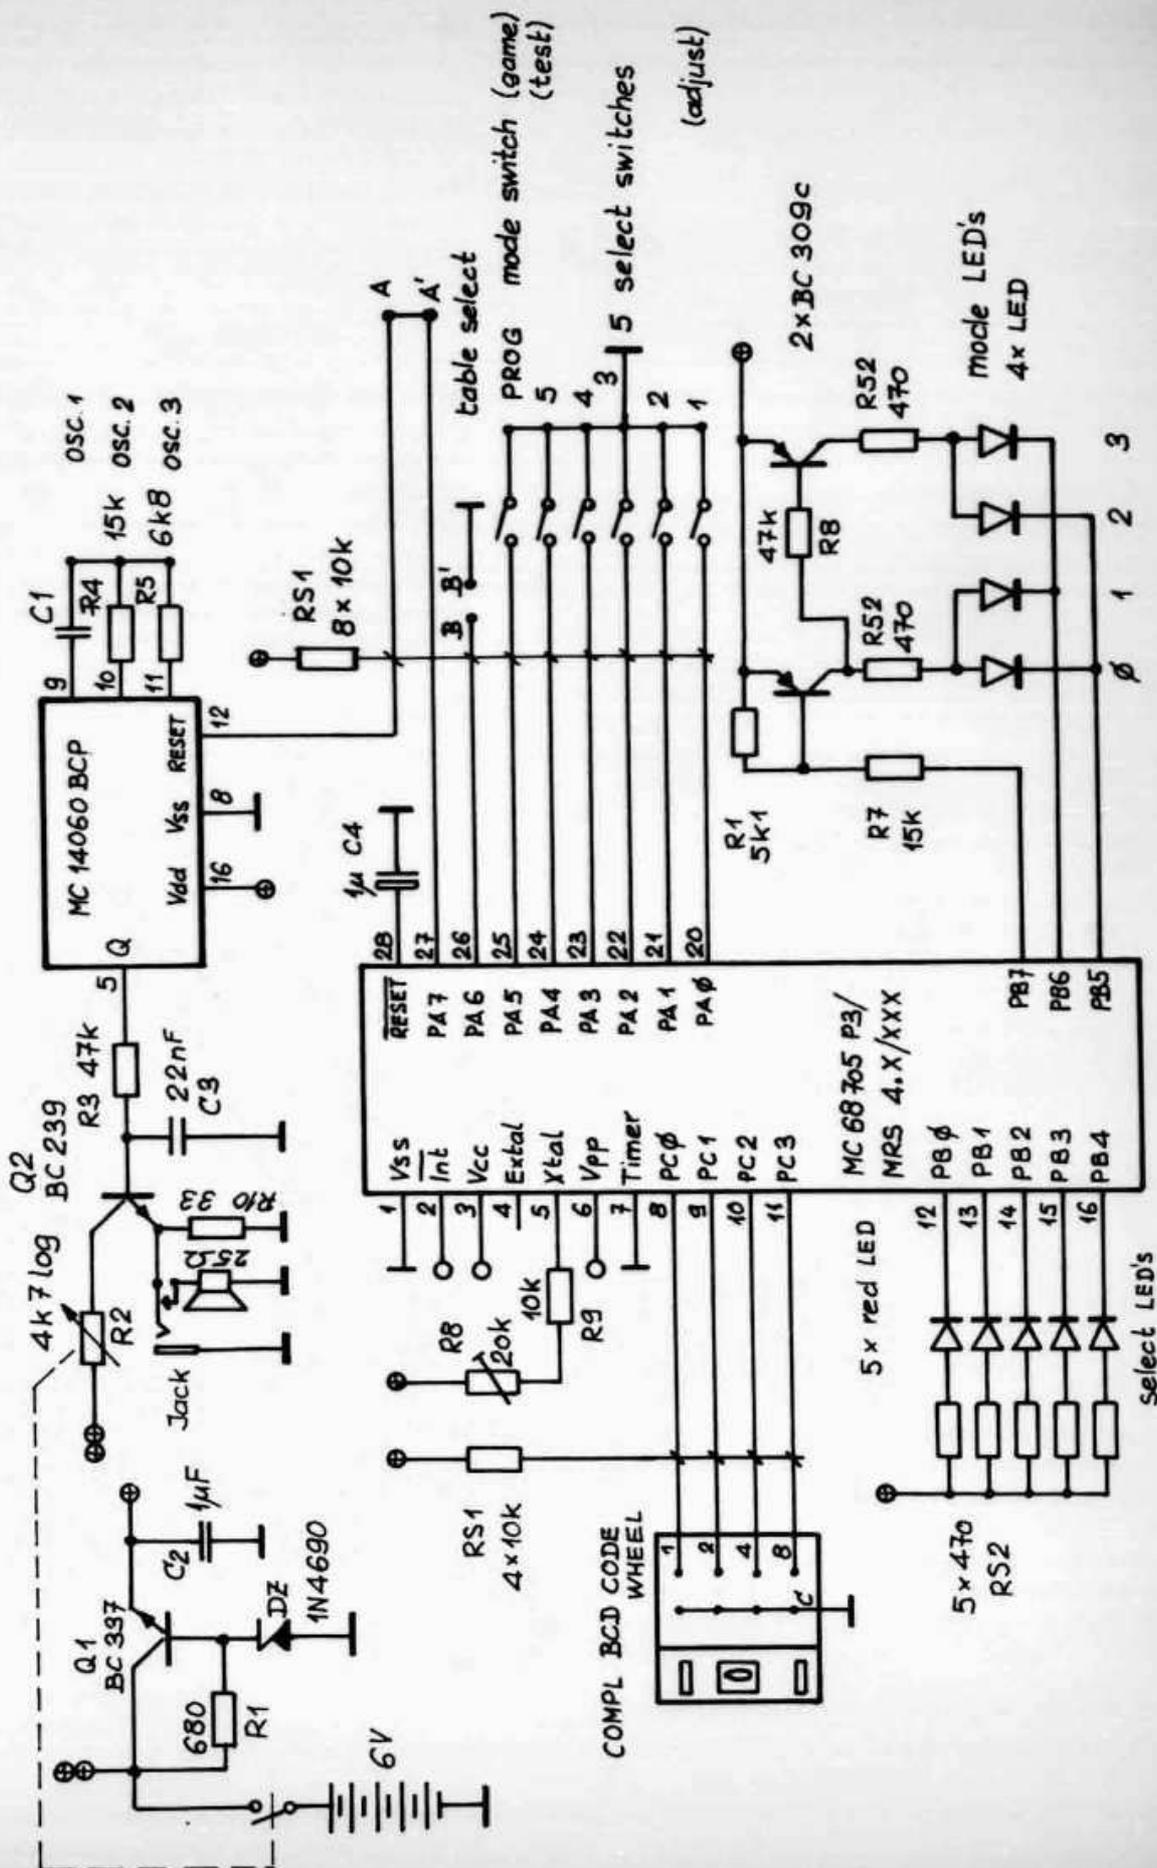

Fig. 1
**Hardware:** Le circuit (voir fig. 1) est basé sur un microprocesseur «one chip» de MOTOROLA: le MC68705P3. Ce microprocesseur contient dans le même boîtier 112 bytes de RAM, 1804 bytes d'EPROM et un processeur de 8 bytes avec timer (temporisateur digital). Ses caractéristiques techniques (manipulation de bits, adressage indexé
Le schéma (fig. 1) étant relativement simple, il ne devrait pas présenter des problèmes particuliers à la construction. Des réseaux de résistances ont été utilisés autant que possible (au lieu de résistances discrètes). Certains composants (MPU, Rx) sont montés du côté cuivre du circuit imprimé.